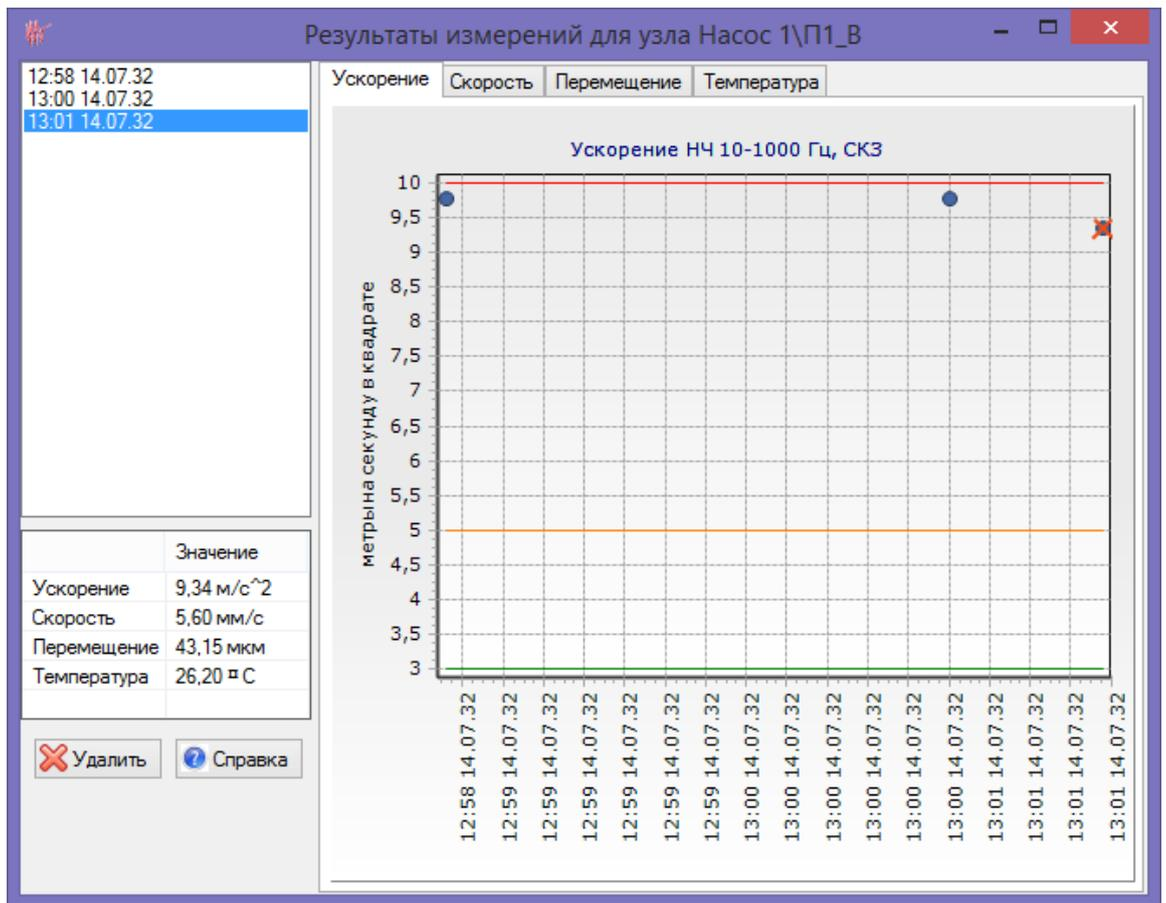

Рисунок 4.18.2
1. СКЗ – круг, рисунок 4.18.2. ●